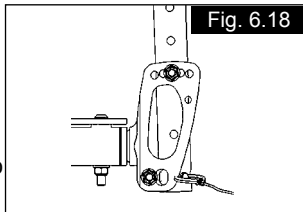

Fig. 6.18
2. O orifício no tubo traseiro deve ficar alinhado com o orifício na peça de ligação, de modo a que possa ajustar o encosto para o ângulo pretendido (Fig. 6.18).